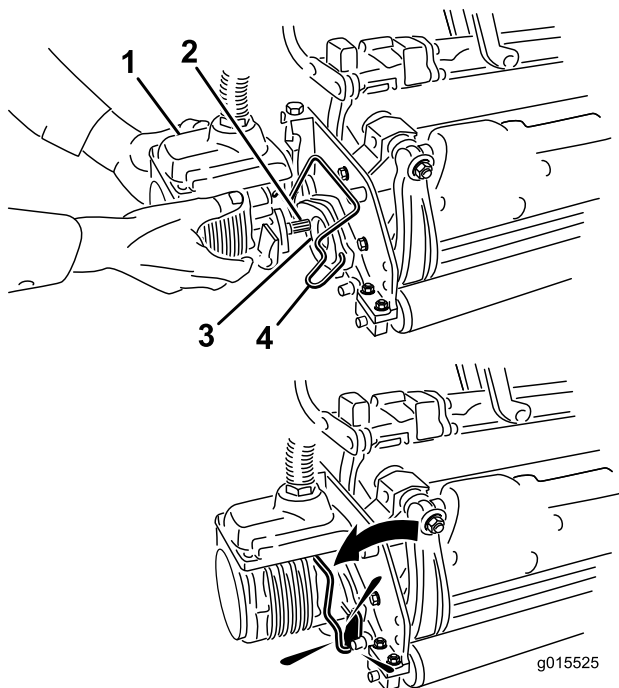

Figura 38
6. Spalmate del grasso pulito sull'albero scanalato del motore dell'apparato di taglio (Figura 38).
7. Inserite il motore nel lato sinistro dell'apparato di taglio (come mostrato dalla posizione dell'operatore) e tirate la barra di fissaggio del motore sull'apparato di taglio verso il motore stesso fino a udire chiaramente uno scatto da ambo i lati del motore (Figura 38).